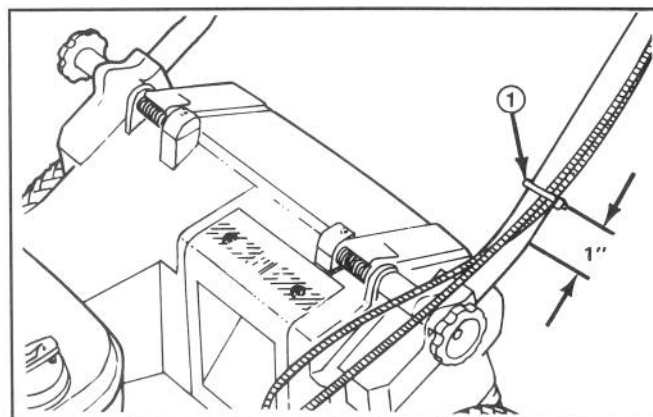

Figura 3
6. Utilice la abrazadera para asegurar el cable o cables a la parte inferior del tubo del lado izquierdo (Fig. 3). La abrazadera debe colocarse a 2,5 cm (1 pulg.) del codo de la manija. Para la colocación correcta del cable, vea la Figura 3.